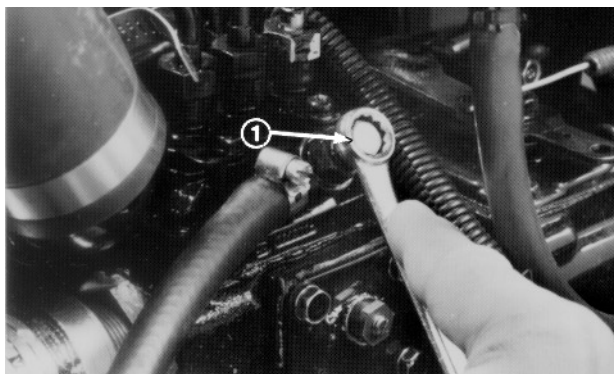

Fig. 13
4. Åpne lufteskruen på innsprøytningspumpen for drivstoff (fig. 13) med en 10 mm nøkkel.